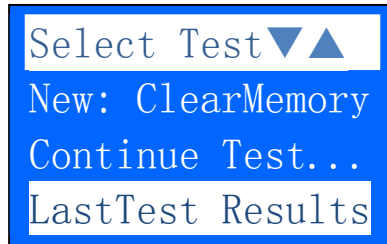

Abbildung 67
3. Drücken Sie  und scrollen Sie runter auf "Last Test Results" (Abb. 67)